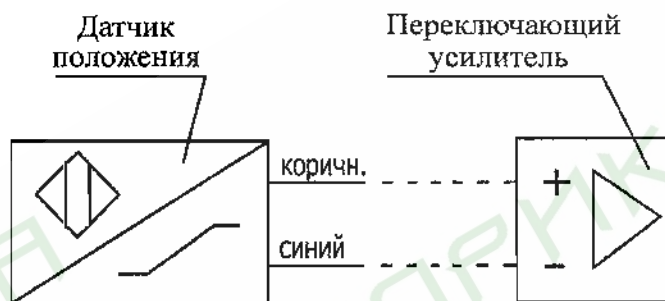

Рис. 5
18. Электрический монтаж датчика положения для клапанов во взрывозащищенном исполнении производится в соответствии со схемой рис. 5. Датчик положения имеет специальный уровень взрывозащиты (маркировка 0ЕхiaIICT6). Длина кабеля, поставляемого с датчиком составляет 5 м. Выходной транзисторный ключ переключающего усилителя открывается при срабатывании клапана. Переключающий усилитель должен устанавливаться вне взрывоопасной зоны.